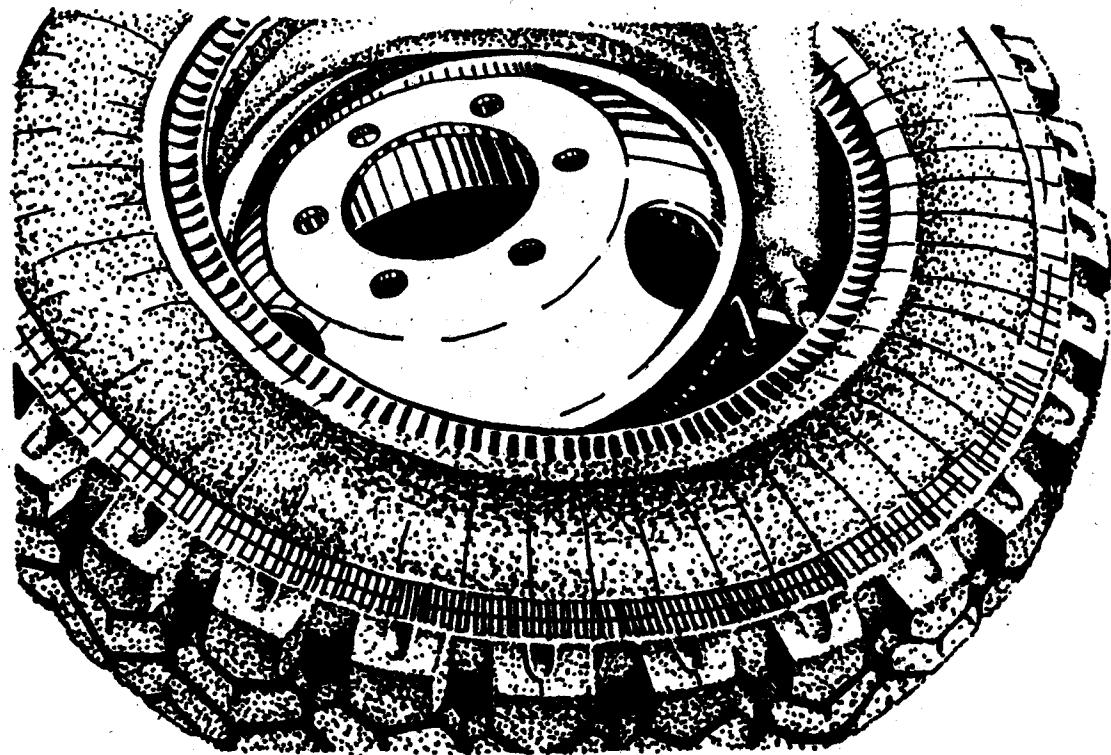

Рис. 67. Установка вентиля в паз
2. Положить диск колеса, причем обод должен быть замочной частью (желобком) кверху. Положить шину на обод с некоторым перекосом, как показано, и вставить вентиль в вентильный паз (рис. 67).